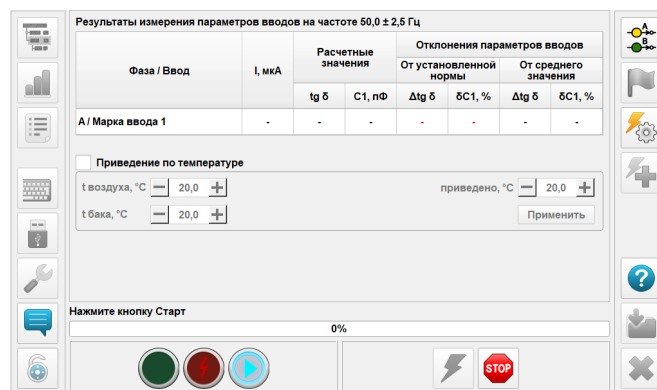

Рисунок 4.6 – Окно перед пуском испытания
Для запуска испытания нажать кнопку «Пуск» ; в нижней части текущего окна появится сообщение «Нажмите кнопку Старт». Одновременно с этим кнопка «Старт» в нижней части окна (рисунок 4.6) окрасится в ярко-голубой цвет и появится подсветка голубым светом кнопки «Start/Stop» («Старт/Стоп») на лицевой панели прибора (рисунок 2.1, поз. 10).
- 1) дистанционно, при заранее выбранном соответствующем способе управления прибором и процессом испытаний – нажатием голубой кнопки «Старт» на экране монитора (рисунок 4.6);